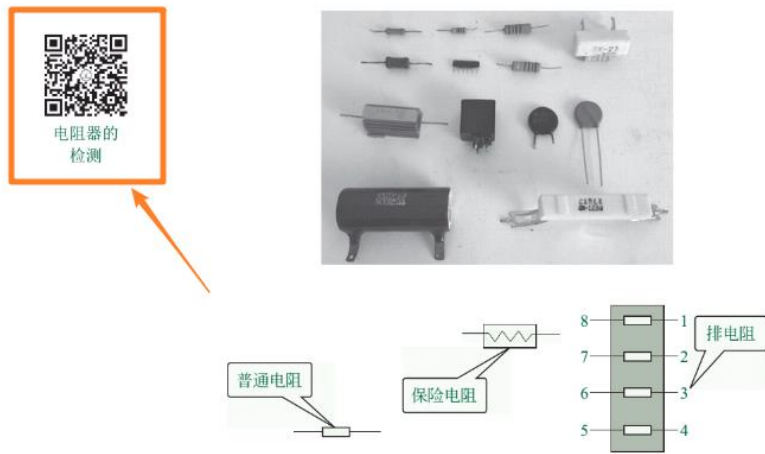

图2-1 固定电阻器的外形及电路符号
(1) 固定电阻器的外形及电路符号 固定电阻器是一种最基本的电子元件。固定电阻器的外形及电路符号如图2-1所示。